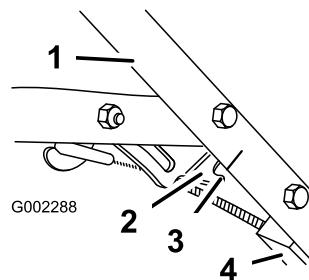

Figure 25
4. Desserrez l'écrou sur le support du câble (Figure 25).